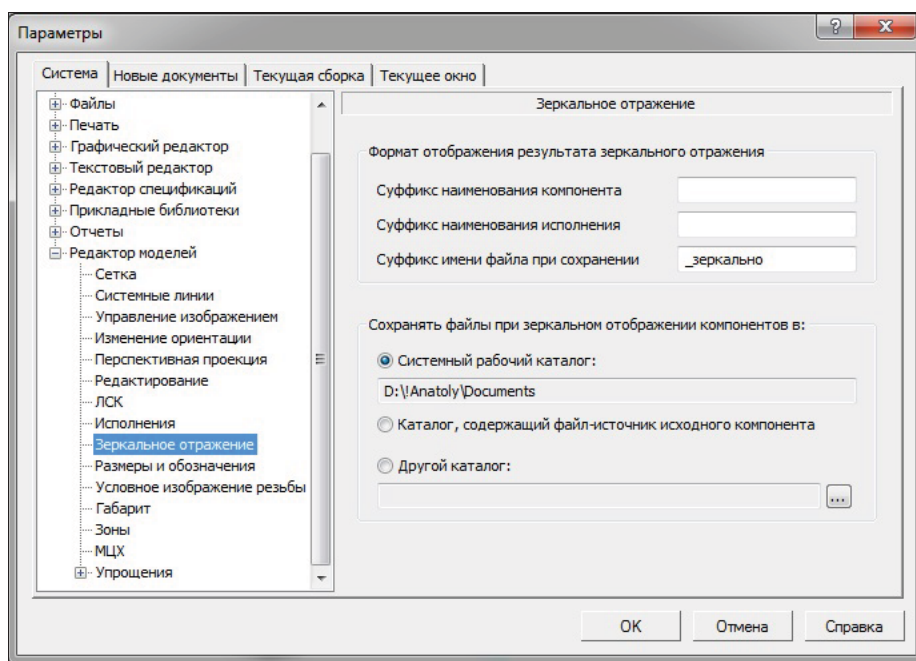

Рис. 27.4. Диалоговое окно Параметры с открытой панелью Зеркальное отражение
- ◆ щелкните ЛК по пункту **Зеркальное отражение**. В правой части на панели **Зеркальное отражение** (рис. 27.4) выполняется настройка параметров создания компонентов и исполнений зеркальным отражением или симметричной вставкой;